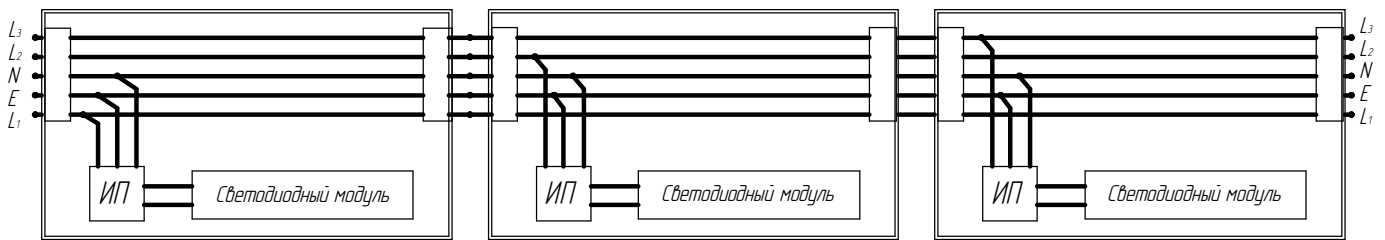

Рисунок 6 - Схема сквозной проводки
5.4 При установке светильников с магистральной проводкой в линию подключать светильники последовательно чередуя фазы питающей сети L1->L2->L3 (рисунок 6.), магистральная проводка выполнена жестким кабелем 5x1,5 мм. В начале каждой групповой линии, при монтаже должны быть установлены аппараты защиты на всех фазных проводниках.